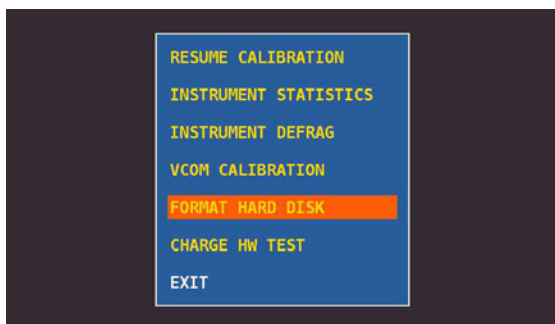

Figura 1: Menu di selezione "FORMAT HARD DISK"
3. Selezionare la voce "FORMAT HARD DISK" (figura 1), premere l'encoder (ENTER) e attendere l'esecuzione del processo;
- Premere il tasto VOLUME e selezionare "CONFIGURATION MENU" (figura 1),